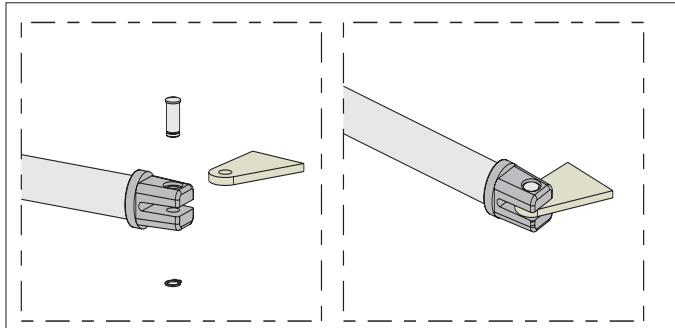

Fig. 10
7) Assemblare la staffa anteriore come indicato in Fig.10.